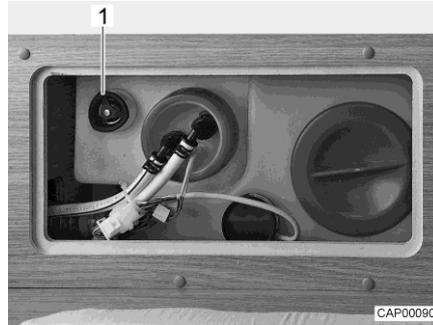

Bild 89 Wassertank mit Drehgriff
- Auf dem Wassertank den Drehgriff (Bild 89,1) entgegen dem Uhrzeigersinn über den Widerstand hinaus bis zum Anschlag drehen, um die Ablauföffnung vollständig zu öffnen.